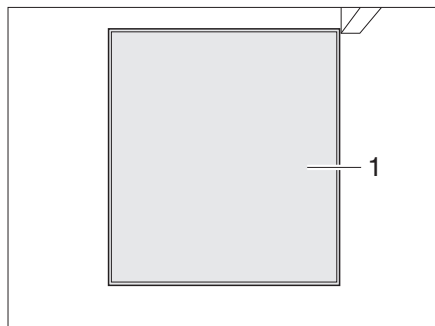

Fig. 251 Acceso al depósito de aguas fecales, cerrado
- Si el acceso al depósito de aguas fecales (cassette) (Fig. 251,1) está cerrado: extraer el cuarto de aseo (véase apartado 11.7.1).